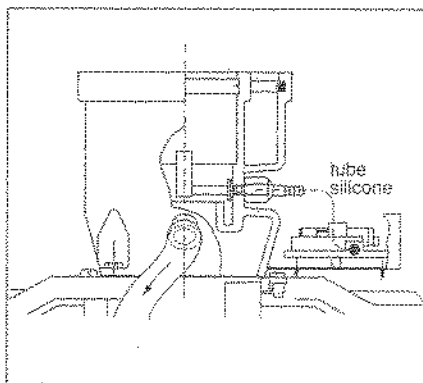

Fig. 16
- Relier la prise de dépression de l'adaptateur à la chambre supérieure du pressostat à l'aide du tube silicone (fig. 16).